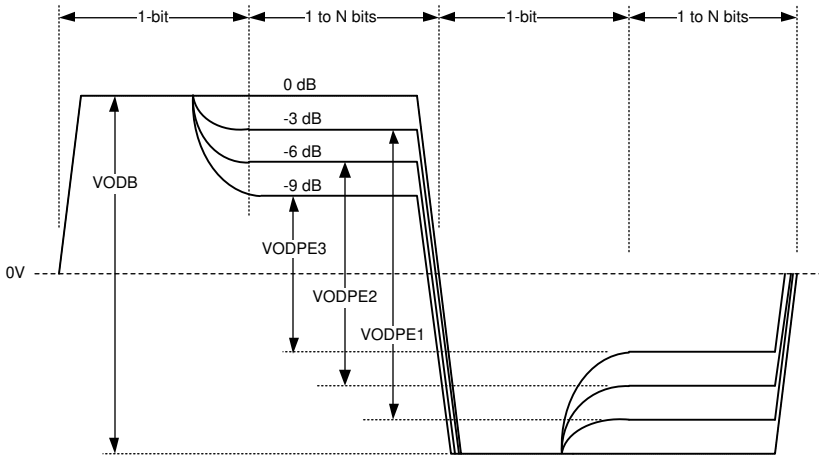

图 7-2. 驱动器预加重差分波形 ( 显示全部 4 个预加重级别 )
输出驱动器具有预加重功能 ( 驱动器侧均衡 )，用于补偿其驱动的后端的传输损耗。驱动器会调节输出信号，以便较低频率的脉冲和较高频率的脉冲在后端达到大致相同的振幅，从而尽可能减小由幅度视差引起的确定性抖动。DS40MB200 提供四个级别的用户可选预加重，即 0、- 3、- 6 和 - 9dB，可处理不同的背板长度。图 7-2 显示了驱动器预加重波形。预加重持续时间标称值为 200ps，对应于 4Gbps 时的 0.8 单位间隔 (UI)。开关侧和线路侧的预加重电平可以单独编程。